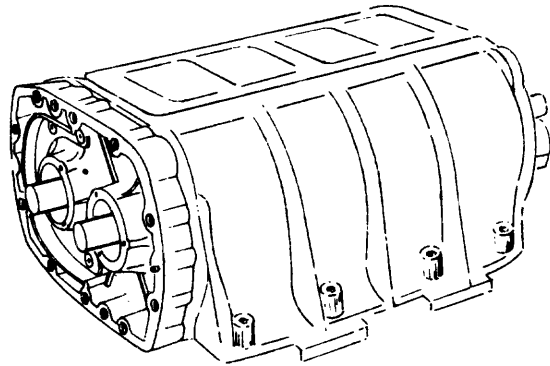

Fig. 9
- b Coloque los rotores en su alojamiento (fig. 9).